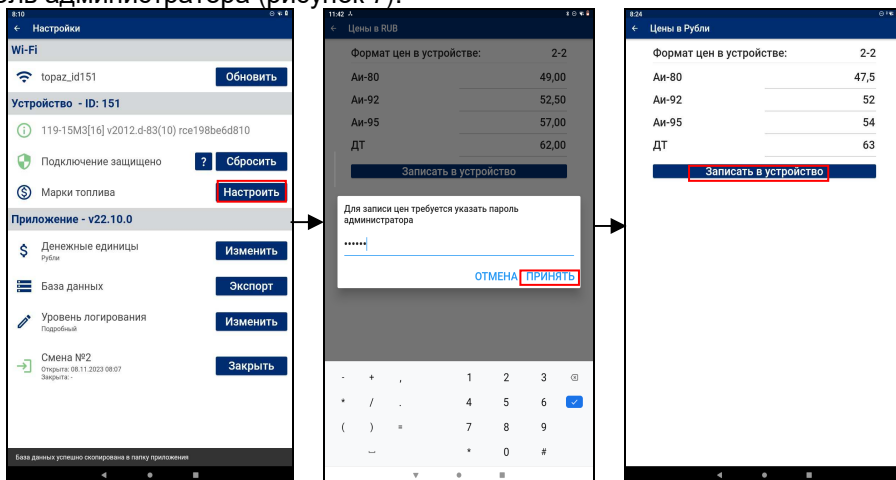

Рисунок 7
– Перейти в настройки "Марки топлива", установить цены для каждой марки топлива и нажать кнопку "Записать в устройство". Ввести по запросу пароль администратора (рисунок 7).